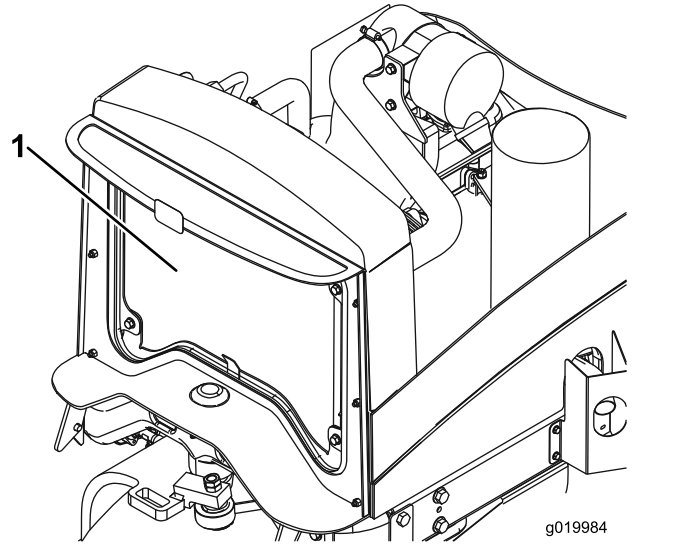

图 61
2. 用压缩空气彻底清洁散热器/油冷却器两侧 (图 61)。